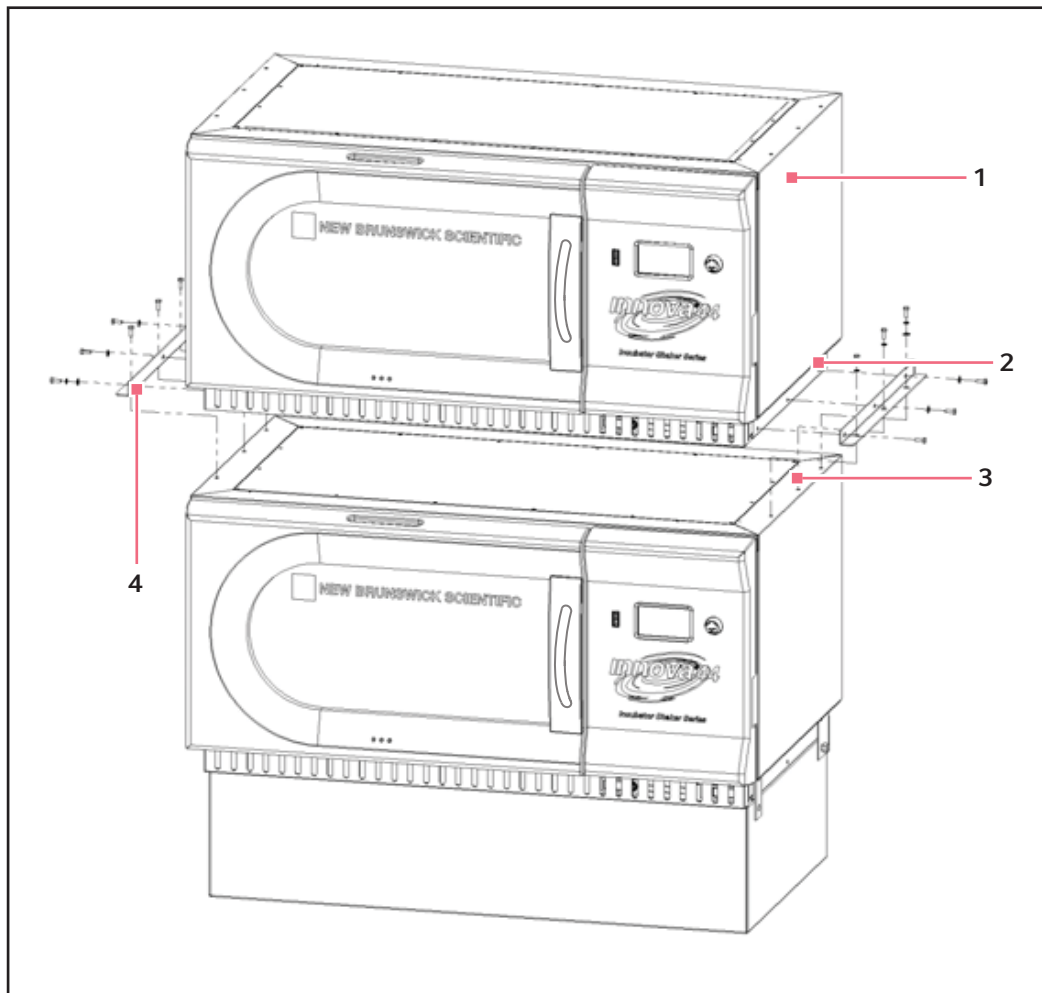

Abb. 6-5: Stapelset für Innova 44/44R installieren
3. Entfernen Sie aus der Oberseite des unteren Geräts die Madenschrauben an den beiden Seitenkanten und entfernen Sie aus den Seiten des zu stapelnden Geräts die Madenschrauben, die den Montagewinkeln entsprechen. Orientieren Sie sich dabei an der Abbildung unten (siehe Abb. 6-5 auf S. 27).
4. Befestigen Sie die Stapelset-Montagewinkel mit den dafür vorgesehenen Schrauben und Unterlegscheiben an der Oberseite des unteren Geräts. Sichern Sie die Winkel wie abgebildet an ihrem Platz (siehe Abb. 6-5 auf S. 27).